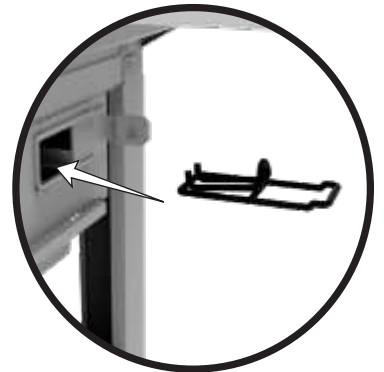

Bild 1
8. Placera 1 tändstål i tändstålshållaren (se fig. 1)
4. Placera 1 tändstartare i tändstålshållaren (se fig. 1)